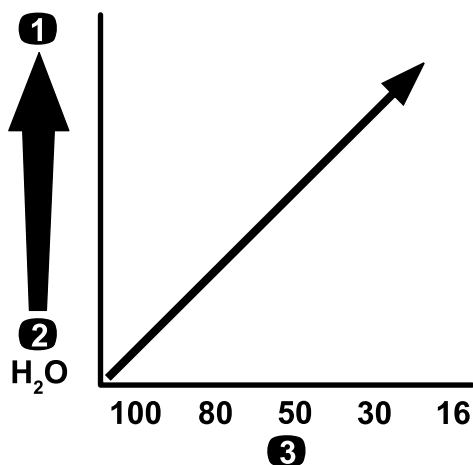

Figura 66
**Importante:** Si vous pulvérisez des produits chimiques de viscosité plus élevée (plus épais) ou des solutions avec poudres mouillables, vous devrez peut-être utiliser un maillage plus grossier pour le filtre de pression optionnel ; voir Figura 66.